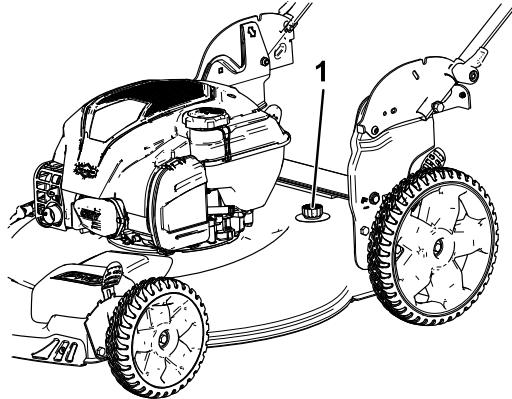

Figure 17
- Branchez un tuyau d'arrosage, relié à une arrivée d'eau, au raccord de lavage (Figure 17).